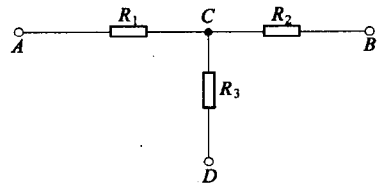

图 1-14
2. 在图 1-14 所示的电路中, 已知 $V_A = 9V$, $V_B = -6V$, $V_C = 5V$, $V_D = 0V$, 试求 U_{AB} 、 U_{BC} 、 U_{AC} 、 U_{BD} 各为多少?